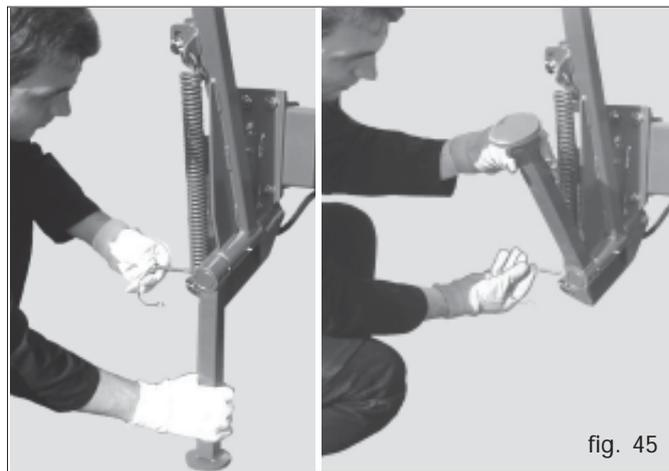

fig. 45
**CAUTELA****Sacar y volcar las patas de soporte (Fig. 45).**